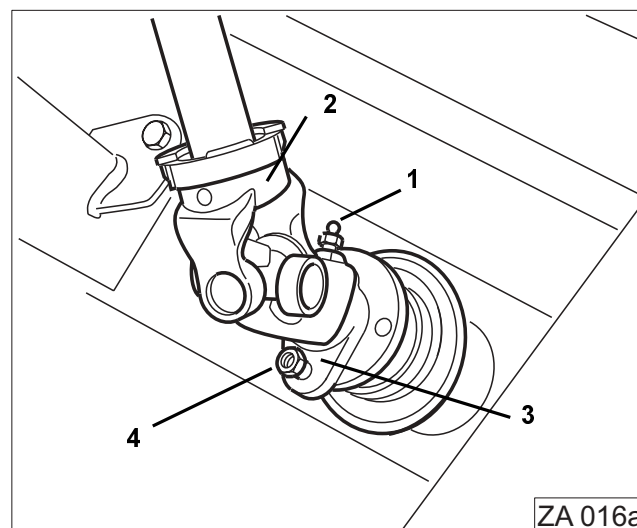

Fig. 14
- Smeernippel (Fig. 14/1) er uit draaien.
- Koppelingsas (Fig. 14/2) opsteken.
- Aansluitgaafel (Fig. 14/3) met breekbout (Fig. 14/4) bevestigen.
- Smeernippel (Fig. 14/1) weer monteren.